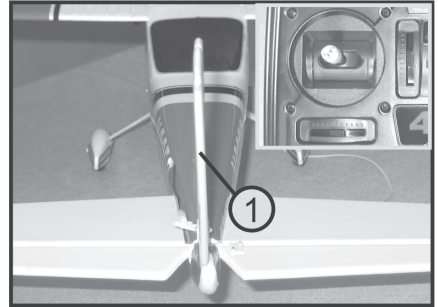

Figure 17a
Important : Les figures 17a à 17c suivantes montrent le pilotage du modèle **avec** ailerons.
Le trimmer pour la gouverne de direction doit être en position centrale. Si la tringlerie de direction est correctement ajustée, la gouverne de direction (1) et le stabilisateur (2) doivent former une surface plane, voir figure 17a.